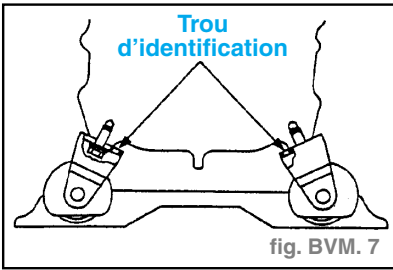

fig. BVM. 7
- Poser le support de moteur arrière de manière que le trou d'identification du support soit dirigé face à l'intérieur du véhicule (fig. BVM. 7).